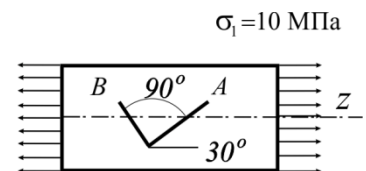

Рис. 2.5
**2.5.** Определить модуль упругости  $E$  и коэффициент Пуассона  $\nu$ , если изменения показаний тензометров  $A$  и  $B$ , установленных на образец, как указано на рис. 2.5, равны соответственно 20 и 2 мм. Коэффициент увеличения тензометров  $k = 1000$ , база  $l_T = 100$  мм (рис.2.5).